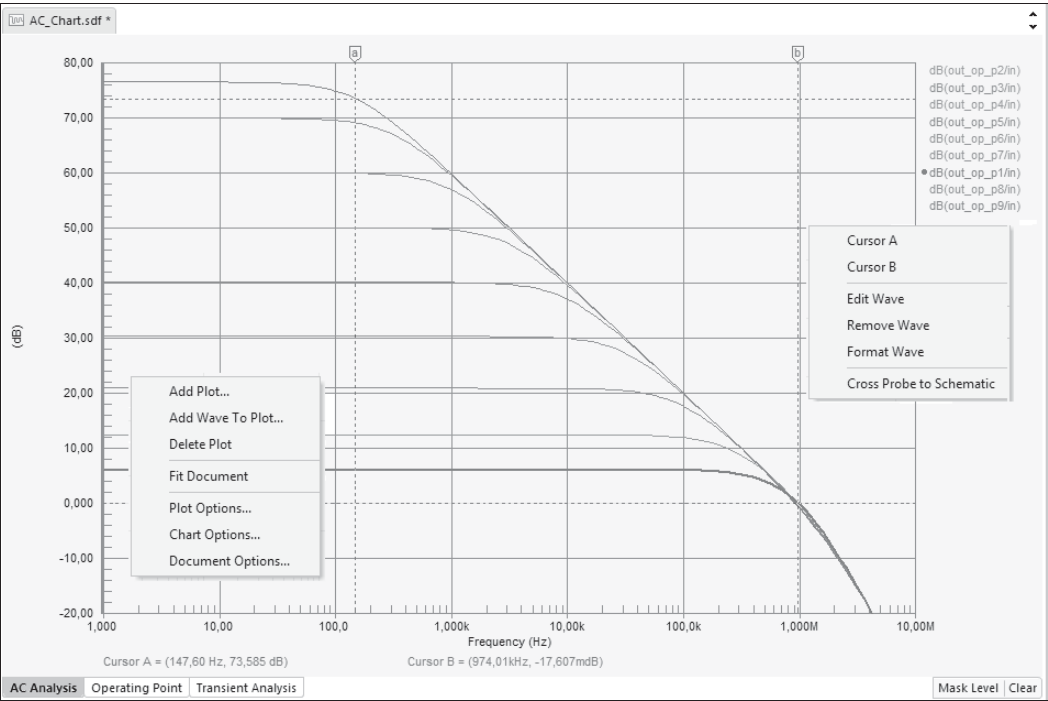
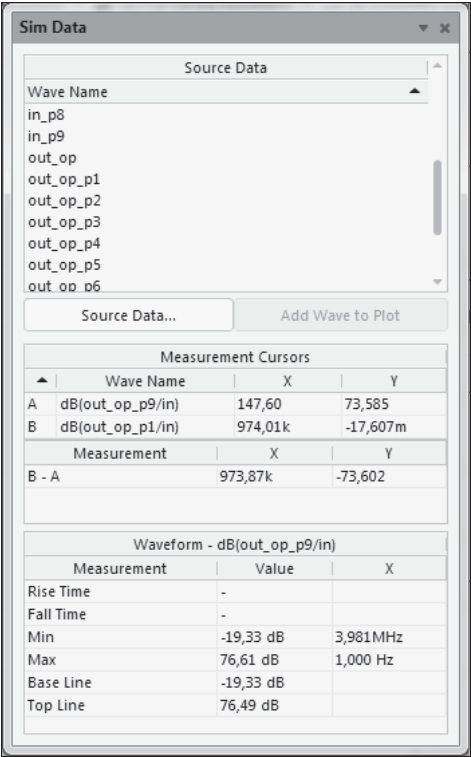

Рис. 8.15. Результат моделирования частотной характеристики ОУ при изменении глубины ООС
Рис. 8.17. Сводка результатов моделирования в панели **Sim Data**
включает его в ветвь **Generated | Simulation Documents** дерева структуры проекта и выводит данные в главное окно программы (рис. 8.15). Данные в выходном файле представляются в графической и текстовой формах на нескольких вкладках, в соответствии с назначенными видами анализа.
Когда графики построены, справа от них располагается список имен узлов цепи, напряжения или токи в которых отображаются графиками. В случае, приведенном на рис. 8.15, показаны результаты параметрического анализа, снятые с одного и того же узла цепи, — с ее выхода. Здесь в списке указано одно и то же имя, а сопровождают его обозначение номера прохода (**p1**, **p2** и т. д.).
- ❑ Щелчок правой кнопкой мыши на имени кривой в окне, показанном на рис. 8.15, точно так же выделяет ее, но вдобавок к этому открывается контекстное меню управления видом графиков (показанное на рис. 8.15 справа), содержащее команды:
Эти же данные передаются в плавающую панель **Sim Data** (рис. 8.17) и отображаются там в области **Measurement Cursors**. Так, курсоры на рис. 8.15 указывают частоту среза частотной характеристики при значении усиления по постоянному току 76 дБ (курсор A) и частоту единичного усиления, со-
- Щелчок правой кнопки мыши в поле графиков открывает другое контекстное меню (показанное на рис. 8.15 слева), включающее команды (рис. 8.21):